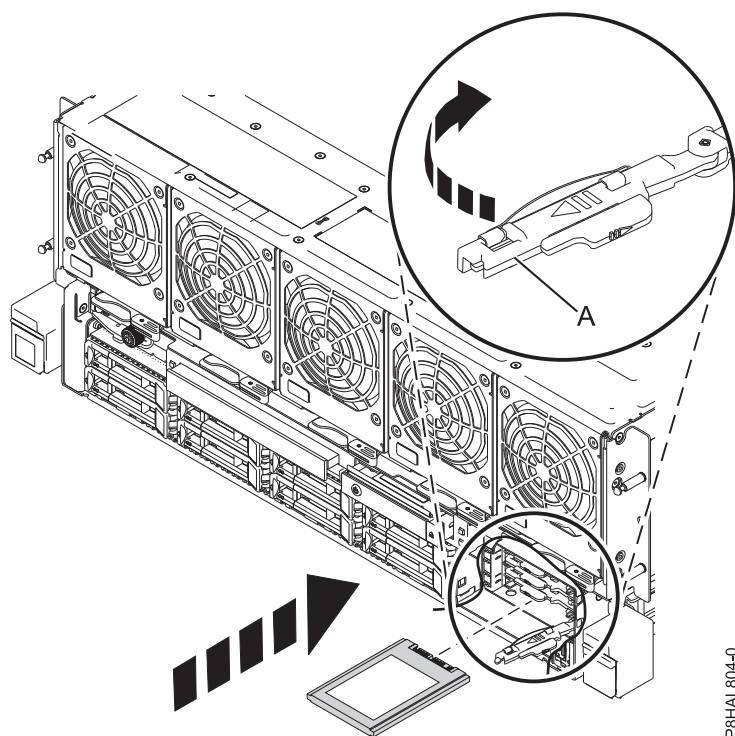

図 25. 8408-44E または 8408-E8E システムにおける SSD の取り替え
16. 示されている方向にベイ・ハンドル (A) を回転させて、ドライブをロックします。 図 25